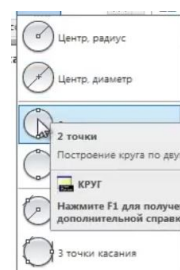

Рисунок 2.11 - Коло з двома точками прив'язки
6. Будуємо коло з двома точками прив'язки (рис. 2.11). Вказуємо «первую конечную точку круга» на відрізок що побудовано. В командну строку вводимо 600 мм «Вторая конечная точка диаметра круга» (рис. 2.12) <Enter>.